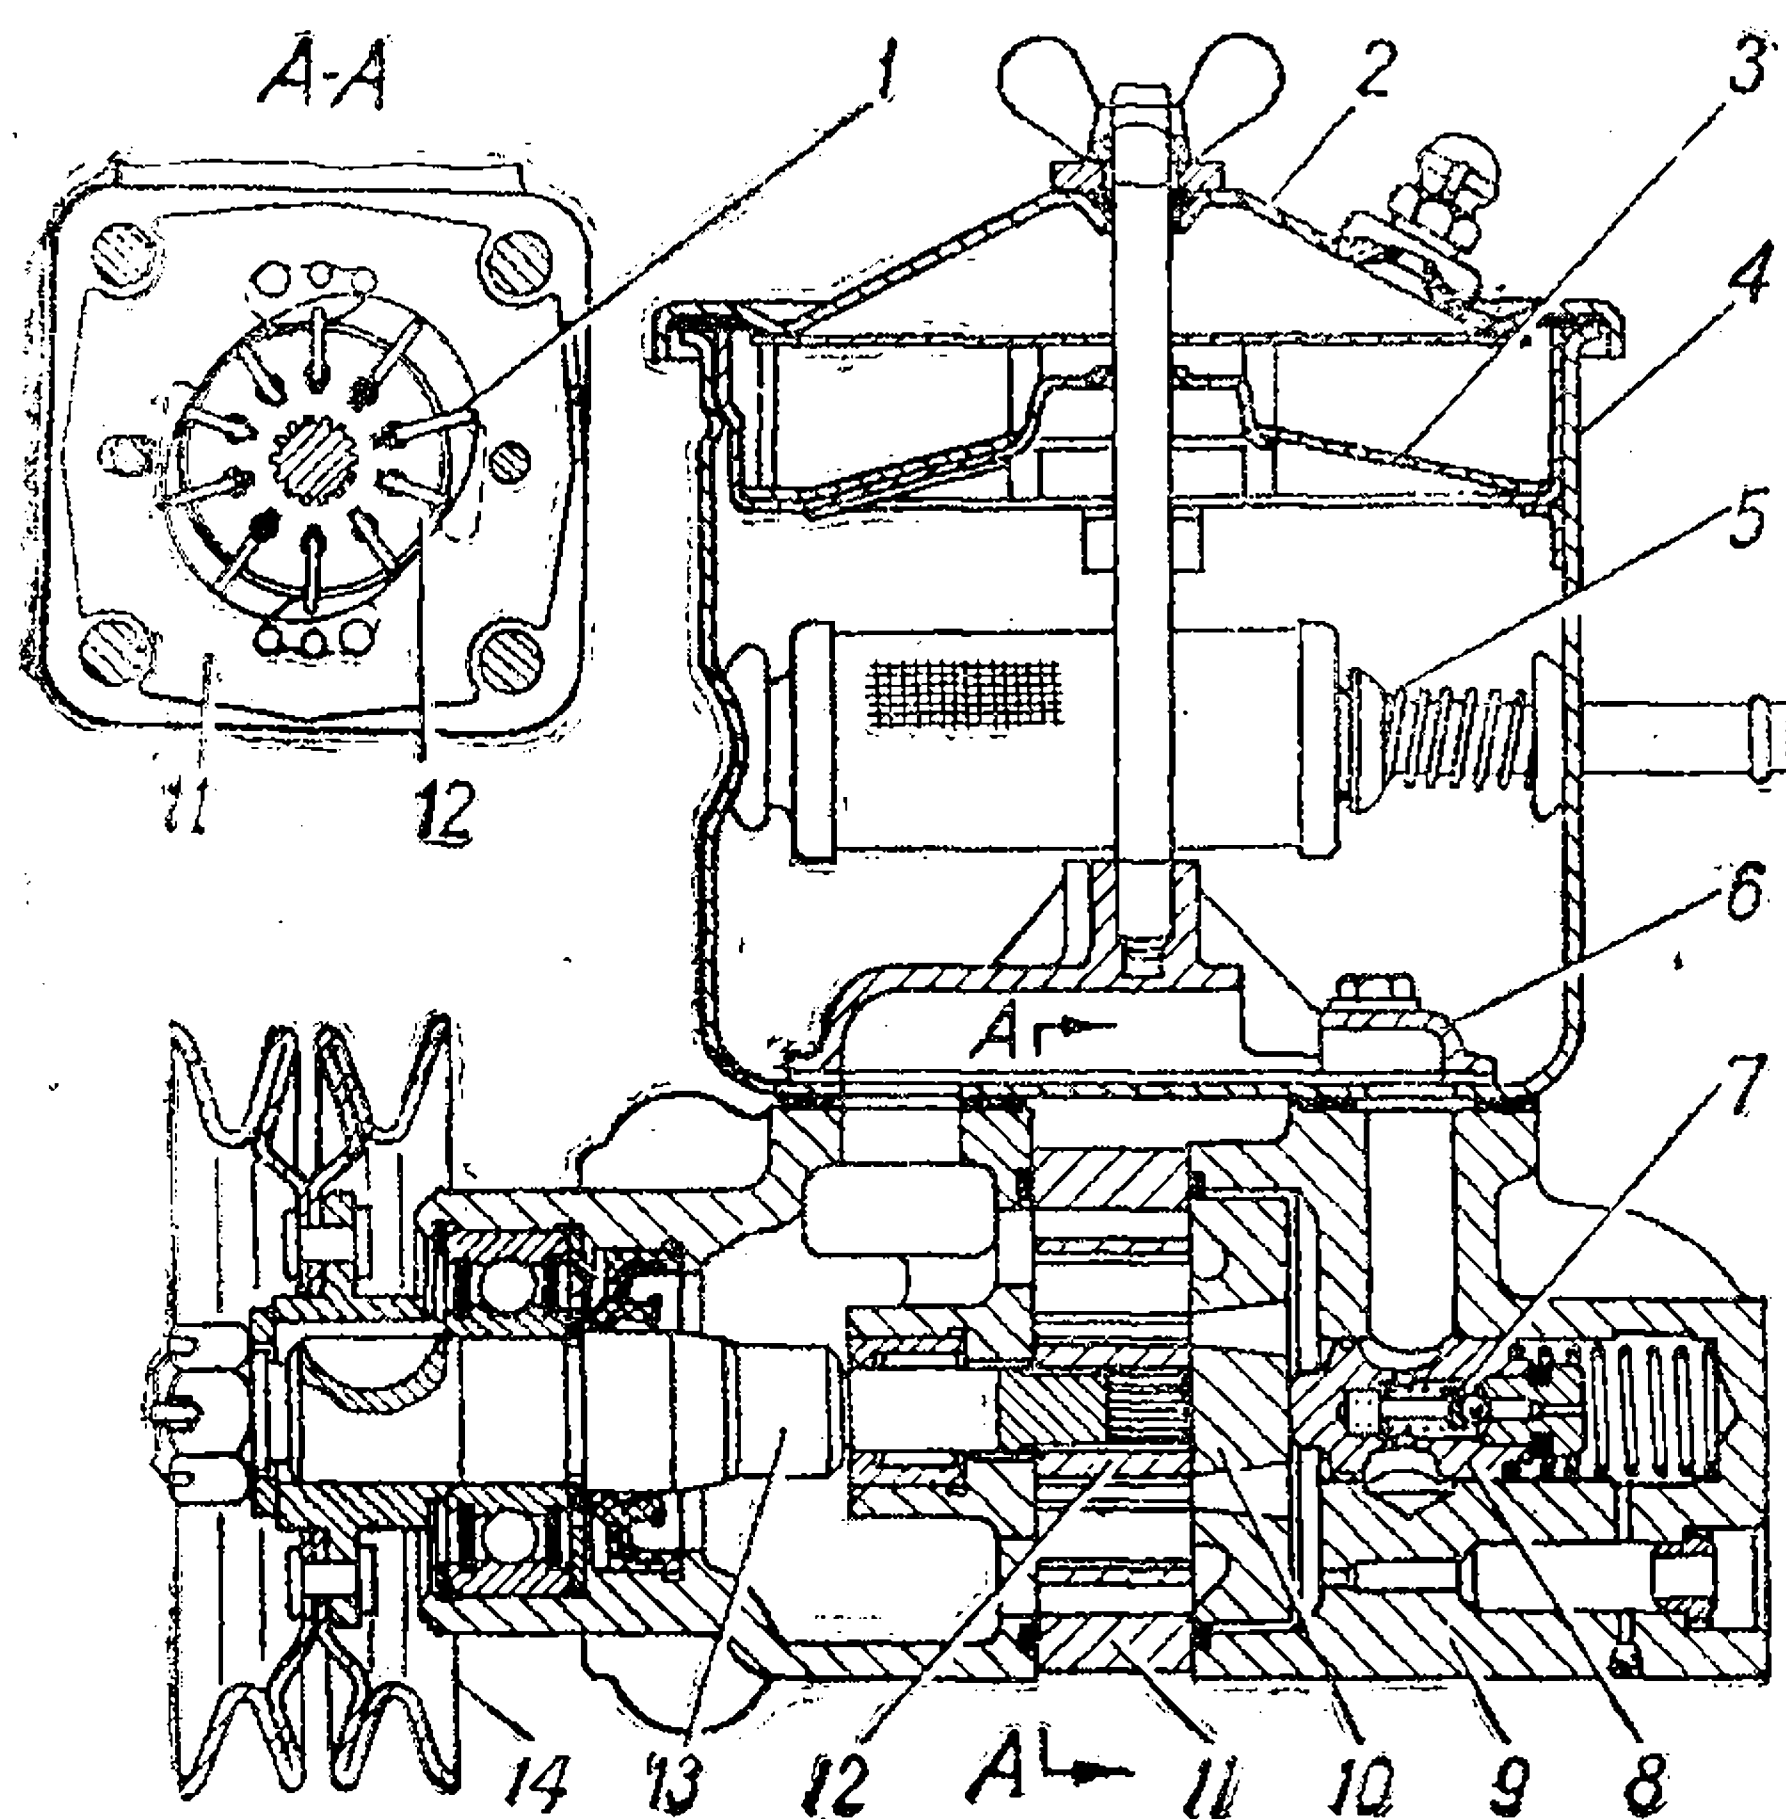

Рис. 46. Насос гидроусилителя рулевого привода:
Насос лопастного типа, двойного действия, имеет два клапана, расположенные в крышке 9 (рис. 46). Предохранительный клапан 7, помещенный внутри перепускного, ограничивает давление масла в системе, открываясь при давлении 6500—7500 кПа (65—75 кгс/см²). Перепускной клапан 8 ограничивает количество масла, подаваемого насосом к клапану управления, при повышении частоты вращения двигателя. На насосе установлен бачок 4 для масла. В крышку бачка ввернут сапун для ограничения давления паров масла внутри бачка.
2. Залить свежее масло в бачок до сетки заливного фильтра 3 (см. рис. 46) и прокачать масло при малой частоте вращения коленчатого вала двигателя, повернув 2—3 раза рулевое колесо до упора в обе стороны без задержки в крайних положениях.